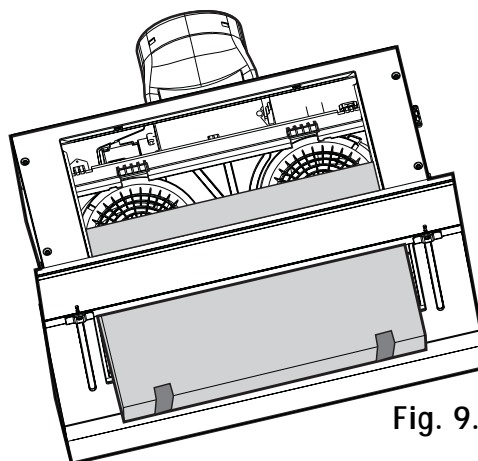
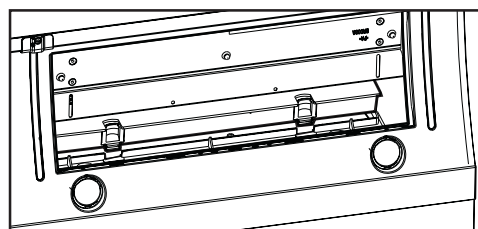

Fig. 9.1
Fig. 9.2
3. Fixez le filtre au charbon aux crochets supérieurs T (Fig. 9.1) et fixez-le définitivement à l'aide des crochets inférieurs S (Fig. 9.2).